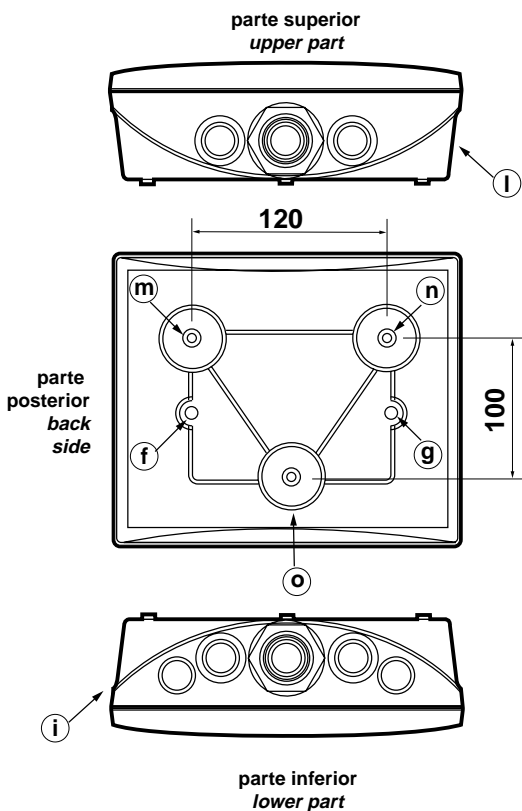

Fig. 1.3.1
5. En la parte posterior practicar dos agujeros (Fig. 1.3.1 en la parte prehoradada part. **f**, **g**).
Con referencia a la Fig. 1.3.1 y a los relativos particulares: